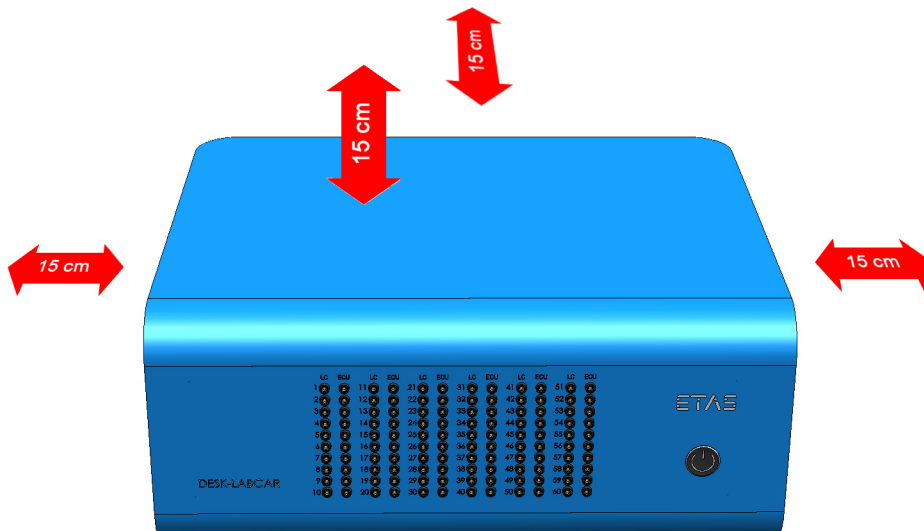

Abb. 3-1 Freiraum um das ES5100.1 Desktop Housing
- Halten Sie Mindestabstände vom Gehäuse von jeweils 15 cm nach oben, nach hinten und an den beiden Längsseiten ein (siehe Abb. 3-1).